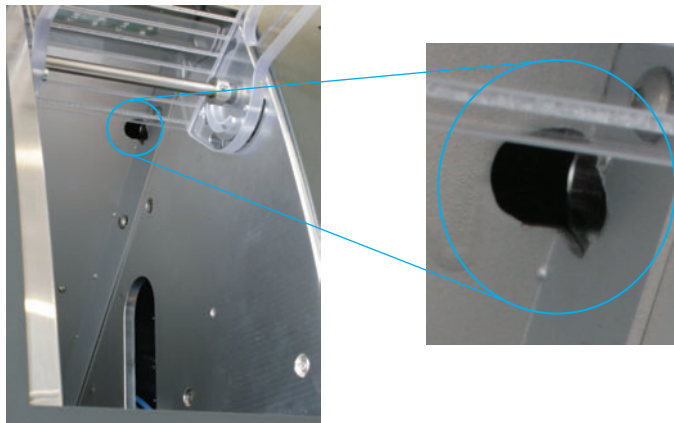

FIGURA 9: APERTURA DEL DESBLOQUEO DE EMERGENCIA
- M3.** Introduzca la llave para el desbloqueo de emergencia de la puerta de la cámara de trabajo por la abertura que se encuentra a la derecha del LED del cambiador de piezas en bruto (véase la figura 9).